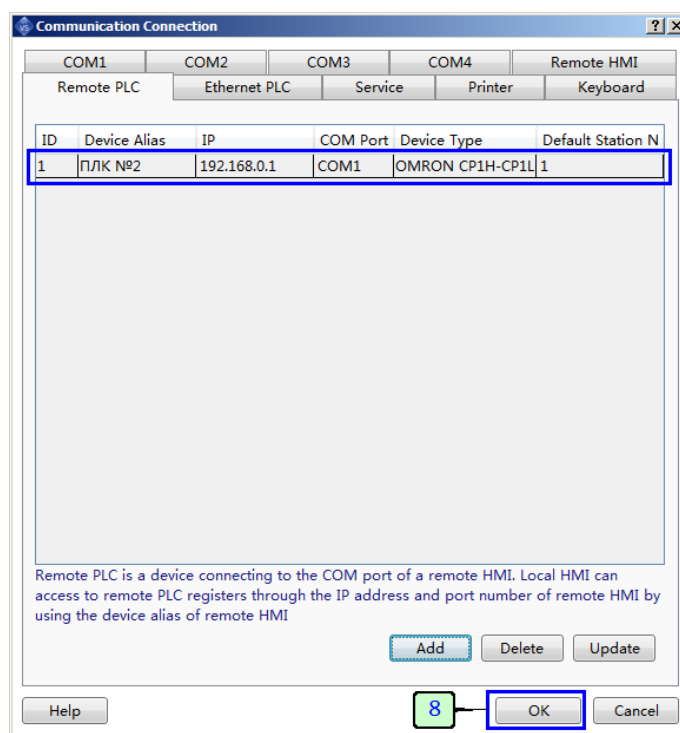

Рисунок 90 - Новое подключение ПЛК
7. Нажмите "ОК" чтобы закончить настройку и сохранить данные, в окне настроек отобразится новое подключение (рисунок 90).